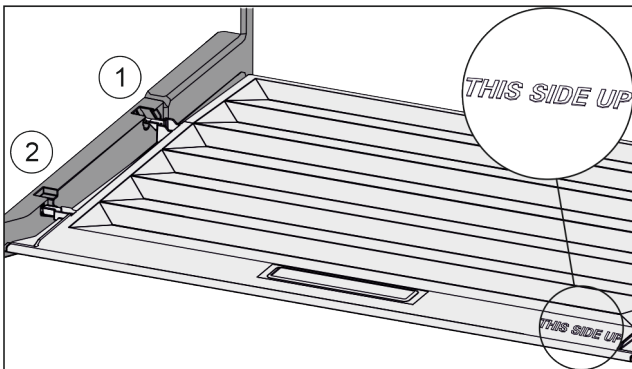

Fig. 116
- ▶ Deckelstege über Öffnung der hinteren Halterung Fig. 116 (1) einführen und vorne in Halterung Fig. 116 (2) einrasten.